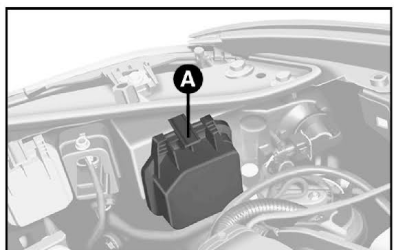

fig. 16
- 1) Retirar a tampa de proteção puxando a lingüeta **A**-fig. 16 para baixo.